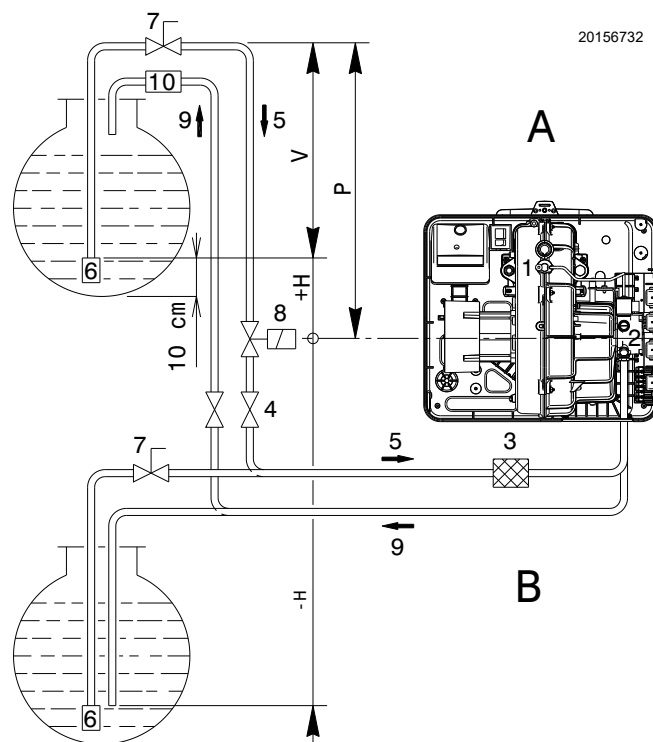

Fig. 17
Impianti bitubo a sifone (A) (Fig. 17)
Impianti bitubo ad aspirazione (B) (Fig. 17)
Legenda (Fig. 17)